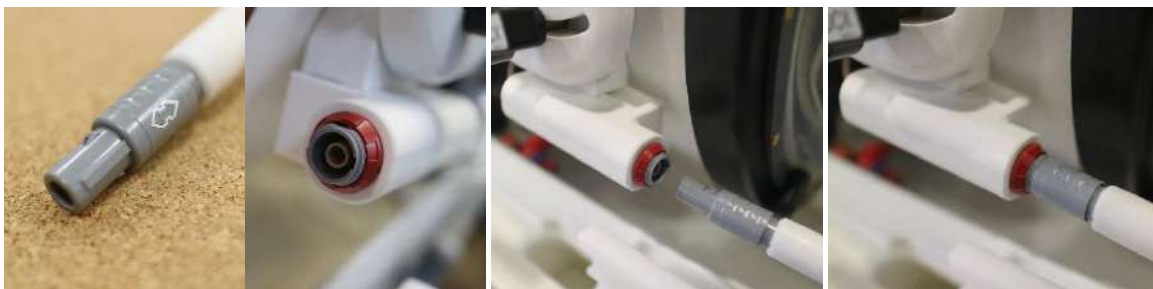

Bild 1-21: Spolkontakt don som ansluts till spolkontaktuttaget (enbart i illustrationssyfte).
För in de 4 adapterna i de avsedda fästhålén på huvudramens stolpar från stolparnas inre sida (se **Bild 1-21**). Se till att adaptern är ordentligt fastsatt på huvudramstolparna.
- För in adapterna i deras förutbestämda fixeringshål på stolparna och stången från ramens inre sida (se **Bild 1-21**)